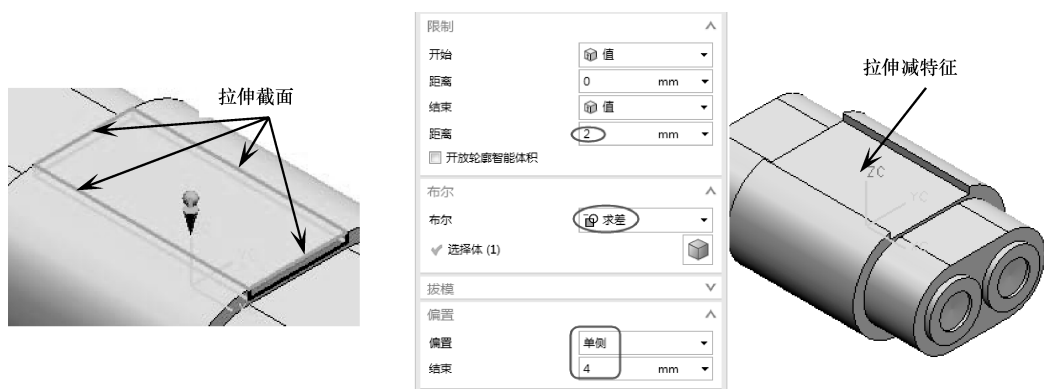

图 3-36 创建拉伸减特征
- 08 使用【拉伸】工具，采用如图 3-36 所示的拉伸截面及参数设置，向 -ZC 方向拉伸，并创建出减材料拉伸特征。